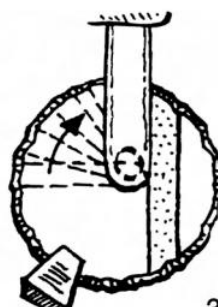

Figura 11.3.
- Se continuará cortando el resto de madera del tronco, progresivamente, respetando la bisagra o charnela. (Figura 11.3 y 11.4).